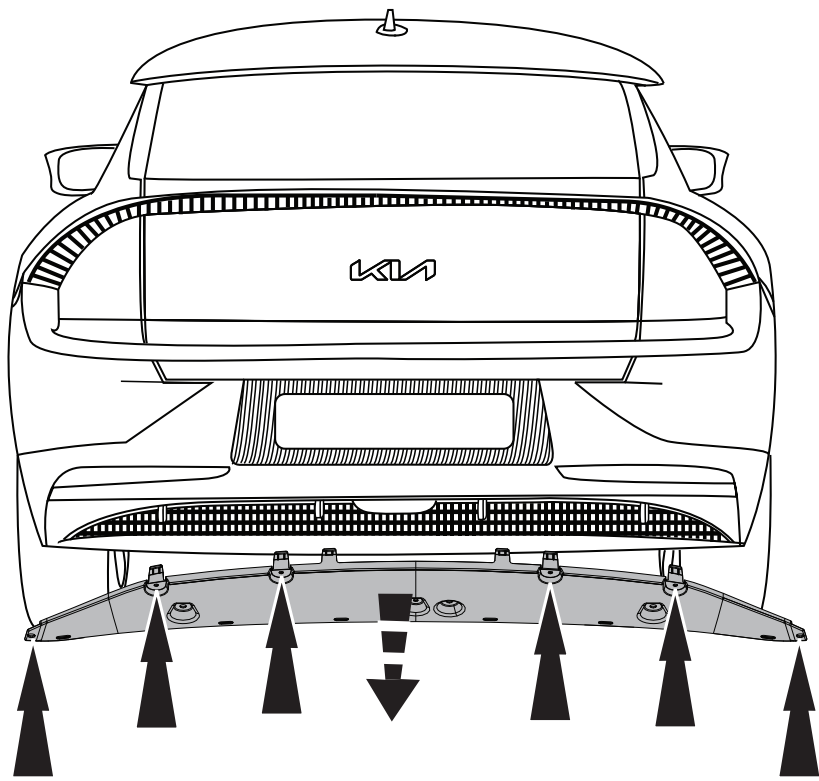

Fig. 1
1. Снять указанные детали. См. рисунок 1.